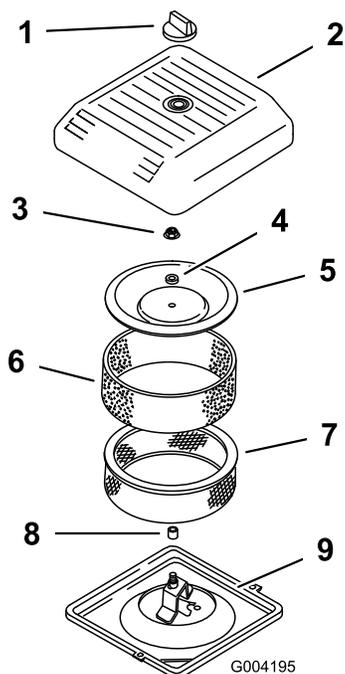

Рисунок 14
2. Отверните ручку и снимите крышку воздухоочистителя (Рисунок 14).
3. Осторожно снимите фильтр предварительной очистки из вспененного материала с бумажного элемента (Рисунок 14).
4. Отверните гайку крышки и снимите крышку, проставку и бумажный элемент (Рисунок 14).
2. Установите узел воздухоочистителя на его основание (Рисунок 14).
3. Установите крышку, проставку и закрепите их гайкой крышки (Рисунок 14). Затяните гайку с моментом 10,7 Нм.
4. Установите крышку воздушного фильтра и закрепите ручкой (Рисунок 14).